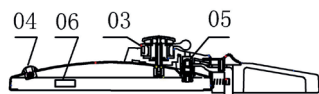

Fig.4
- Para cerrar: Coloque la tapa sobre el cuerpo de manera que la barra de bloqueo coincida con sus anclajes y gire el pomo giratorio en sentido del reloj hasta que haga tope. (Fig.4)
Apertura de la tapa (Fig. 4)